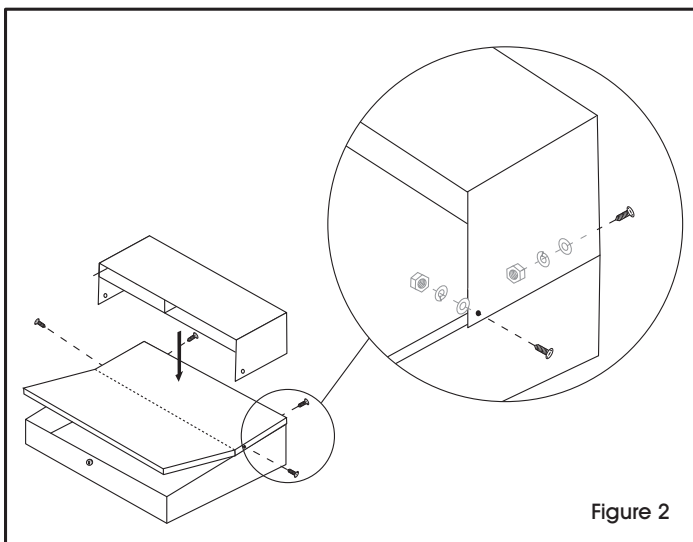

Figure 2
2. Place top shelf on top of the desk and assemble with 4 bolts, washers, lock washers, and nuts. (See Figure 2)
2. Placez la tablette supérieure sur le dessus du bureau et fixez-la à l'aide de quatre boulons, rondelles, rondelles de blocage et écrous. (Voir Figure 2)